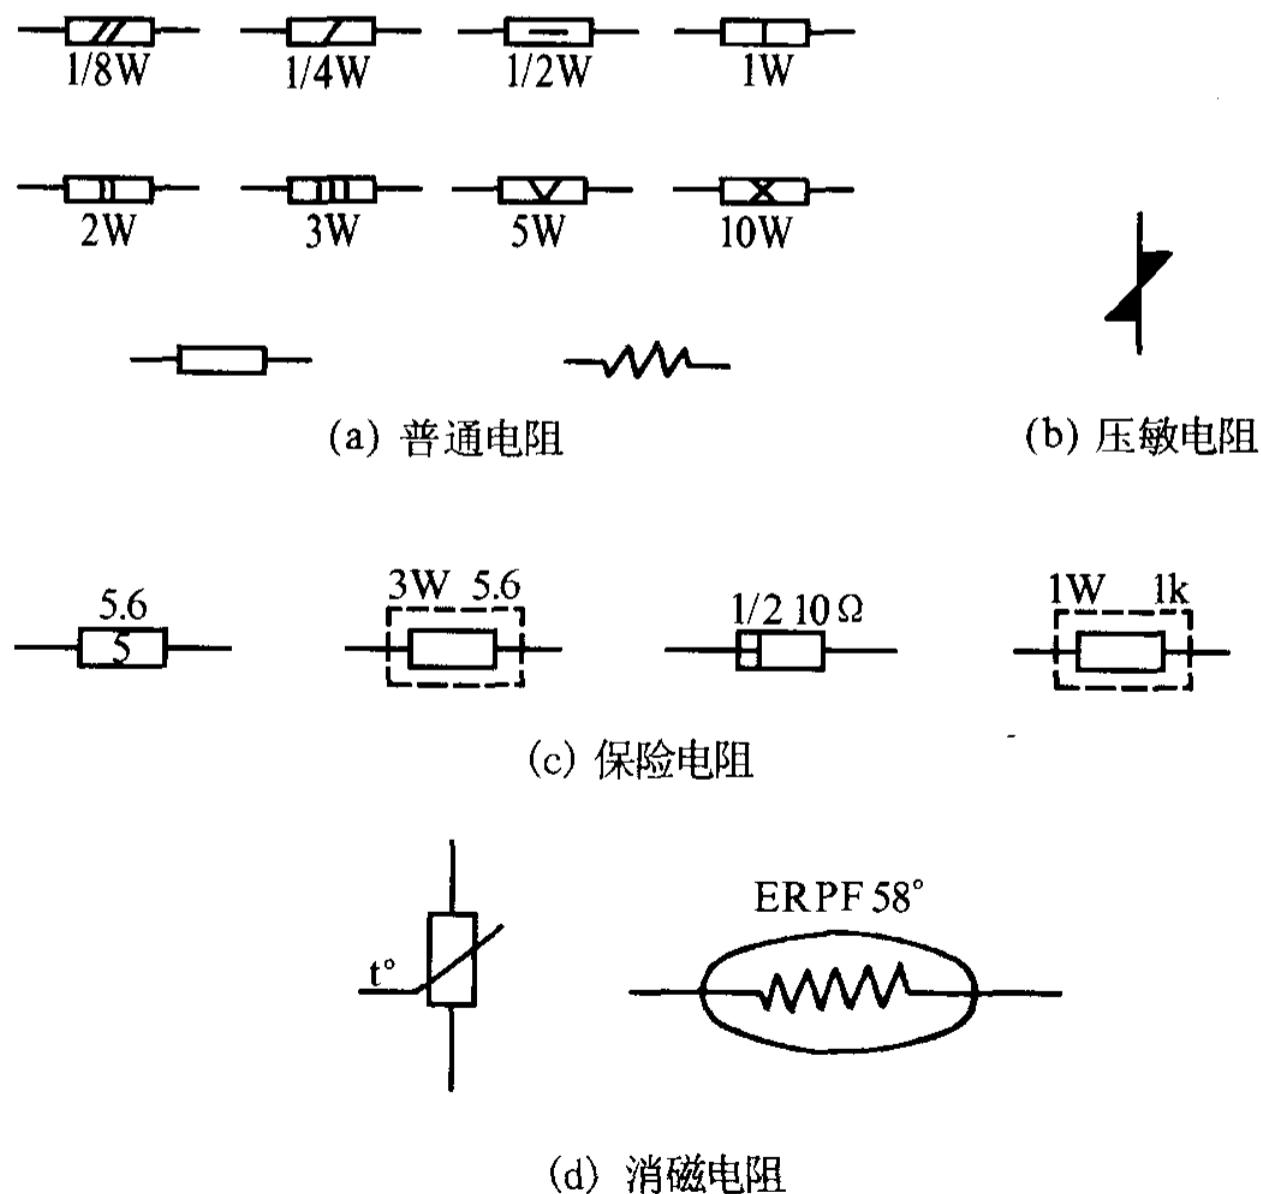

图 1.1.1 电阻在电路中的表示方法
电阻在电路中的表示方法见图 1.1.1,在电路中的标注符号用 R 表示。
1. 按材料分类 从材料上讲,电阻可分为金属膜电阻、炭膜电阻、水泥电阻等、可熔电阻、消磁电阻、压敏电阻。它们在电路图中的标注方法分别见图 1.1.1。